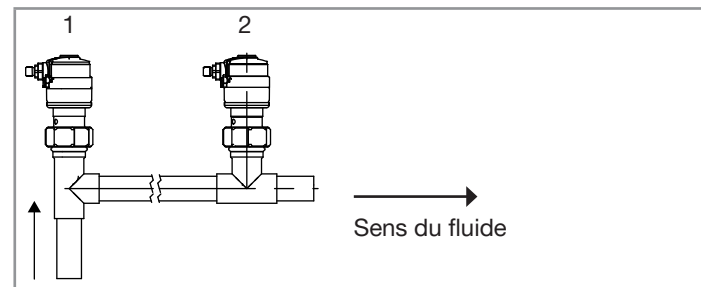

Fig. 9 : Positions de montage de l'ensemble raccord-appareil dans le tuyau
Si la conductivité est mesurée dans des liquides contenant des solides susceptibles de laisser des dépôts au fond de la conduite, utiliser la position d'installation 1 (voir Fig. 9).
- Choisir une position appropriée dans le tuyau pour installer le raccord. Dans Fig. 9, privilégier la position de montage « 1 » pour installer un appareil avec capteur de conductivité C=0,1 ou C=0,01.